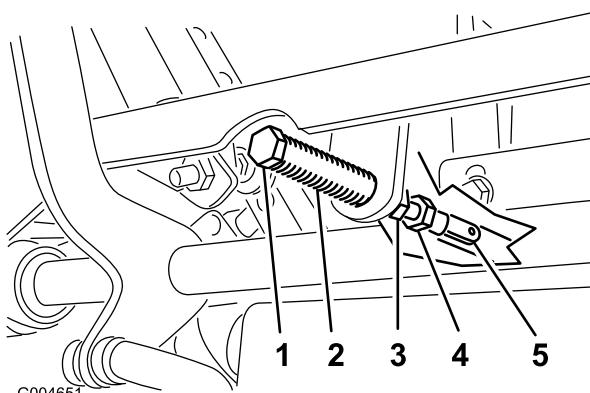

Figure 88
5. Tirez-le ensuite en arrière jusqu'à ce que l'axe de chape (situé sur un bras au-dessus de l'axe de pivot) touche l'extrémité de l'encoche (c.-à-d. commence juste à appuyer sur le ressort), comme montré à la Figure 88.
10. Serrez les écrous de blocage contre les rotules (Figure 88).